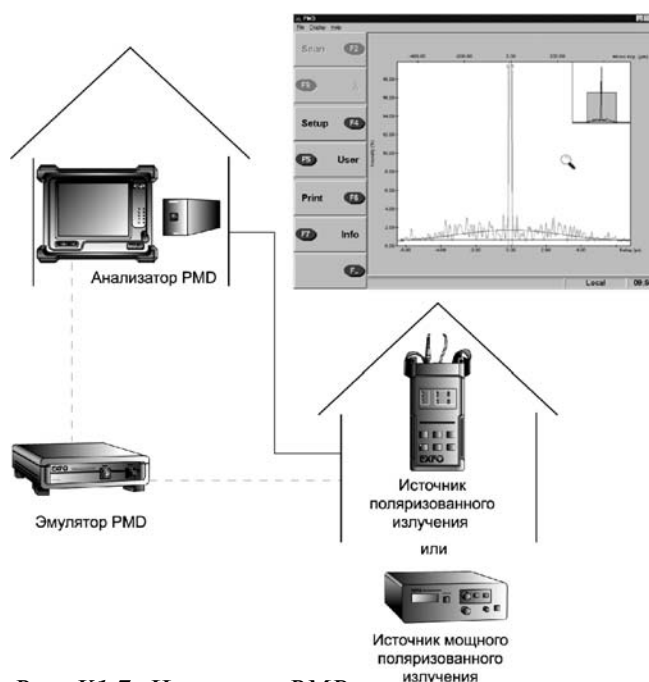

Рис. K1.7. Измерение PMD
4. Измерение поляризационно-модовой дисперсии PMD. Хотя поляризационно-модовая дисперсия считается сложным явлением, ее измерение легко провести с помощью анализатора PMD, рис. K1.7. От значения величины PMD существенно зависит максимально допустимая скорость передачи в линии связи. Источник поляризованного излучения (1550 нм) присоединяют к дальнему концу линии, а анализатор PMD устанавливают на ближнем ее конце. Между ними не требуется никакой дополнительной связи, но перед проведением измерений источник излучения должен быть включен. При этом необходимо убедиться в том, что мощность излучения на входе измерителя PMD достаточна (PMD power bar на экране измерителя). Для определения коэффициента PMD, необходимо ввести значение оптической длины линии, которое было измерено с помощью рефлектометра. Оператор может выбрать конфигурацию измеряемой линии вручную или использовать автоматический режим измерения; более надежные значения получают, задавая точный диапазон измерений.